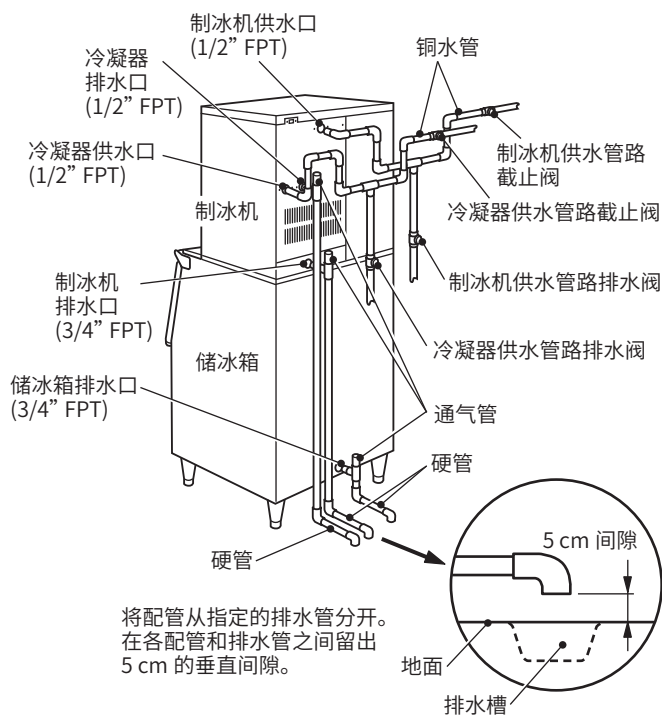

图 7
- * 需要使用一个通风的 T 形管来保证排水顺畅。参见图 7。
- * 制冰机排水管路必须与储冰箱 / 出冰机排水管路隔离开来。参见图 7。